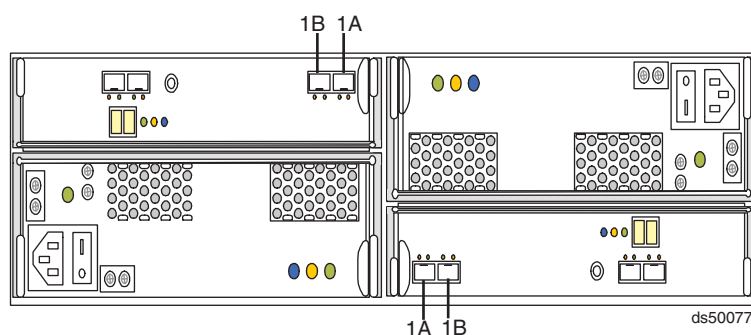

Figura 48. rótulos de porta do EXP5000
3. A porta da unidade do controlador DS5100 ou DS5300 deve sempre ser conectada a uma porta do EXP5000 rotulada como 1B. Porque os ESMs do EXP5000 esquerdo e direito (ESMs A e B) são inseridos nos compartimentos ESM em diferentes orientações, você deve procurar pela porta rotulada 1B antes de fazer as conexões do Fibre Channel. Figura 48 mostra os rótulos de porta no EXP5000.